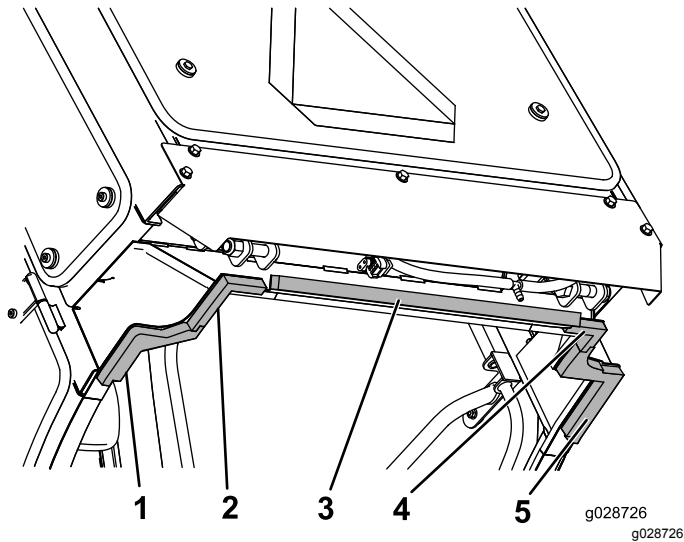

Figure 61
- 1. Appliquez le joint en mousse arrière sur la patte inclinée à l'arrière de la cabine, comme montré à la Figure 61.
- 2. Installez les joints en mousse arrière gauche et arrière droit sur les coins intérieurs du bord inférieur arrière du cadre de la cabine, comme montré à la Figure 61.
3. Alignez les bords intérieurs des joints en mousse centraux droit et gauche sur les joints en mousse arrière droit et gauche, et verrouillez les pattes ensemble (Figure 61).